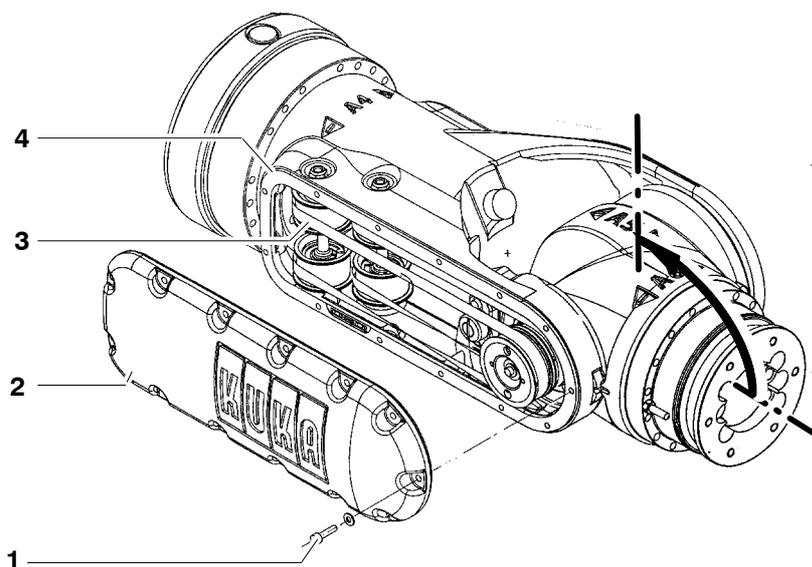

Fig. 104 Couvercle
La description ne se rapporte qu'au réglage de la courroie dentée pour l'axe 5. Le réglage s'applique par analogie à l'axe 6. La courroie dentée (Fig. 104/3) de l'axe 6 est accessible après avoir enlevé le couvercle (2).
- (1) Dévisser 13 vis à six pans creux M5x20 (Fig. 104/1) sans oublier les rondelles-frein et enlever le couvercle (2).
- (2) Retirer le joint (4).
- (11) Monter le couvercle (Fig. 104/2) avec un nouveau joint (4) et le fixer avec 13 vis à six pans creux M5x20 (1) sans oublier les rondelles-frein.